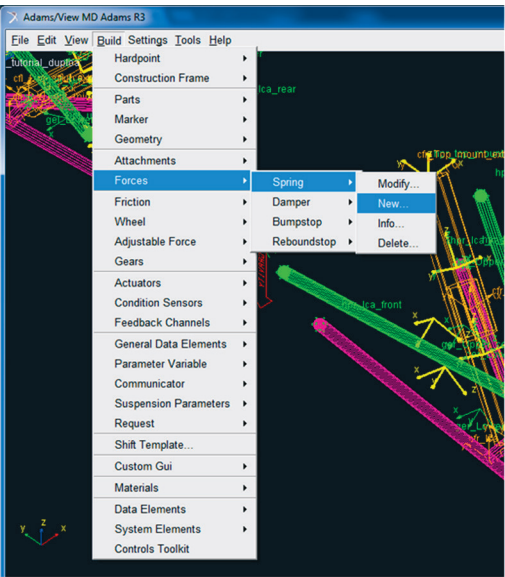

Figura 5.90 – Janela de opção para criação de uma mola.
- Com o *Mount* construído, é possível, então, criar a mola. Para isso, acesse o menu *Build* → *Forces* → *Spring* → *New* (Figura 5.90).